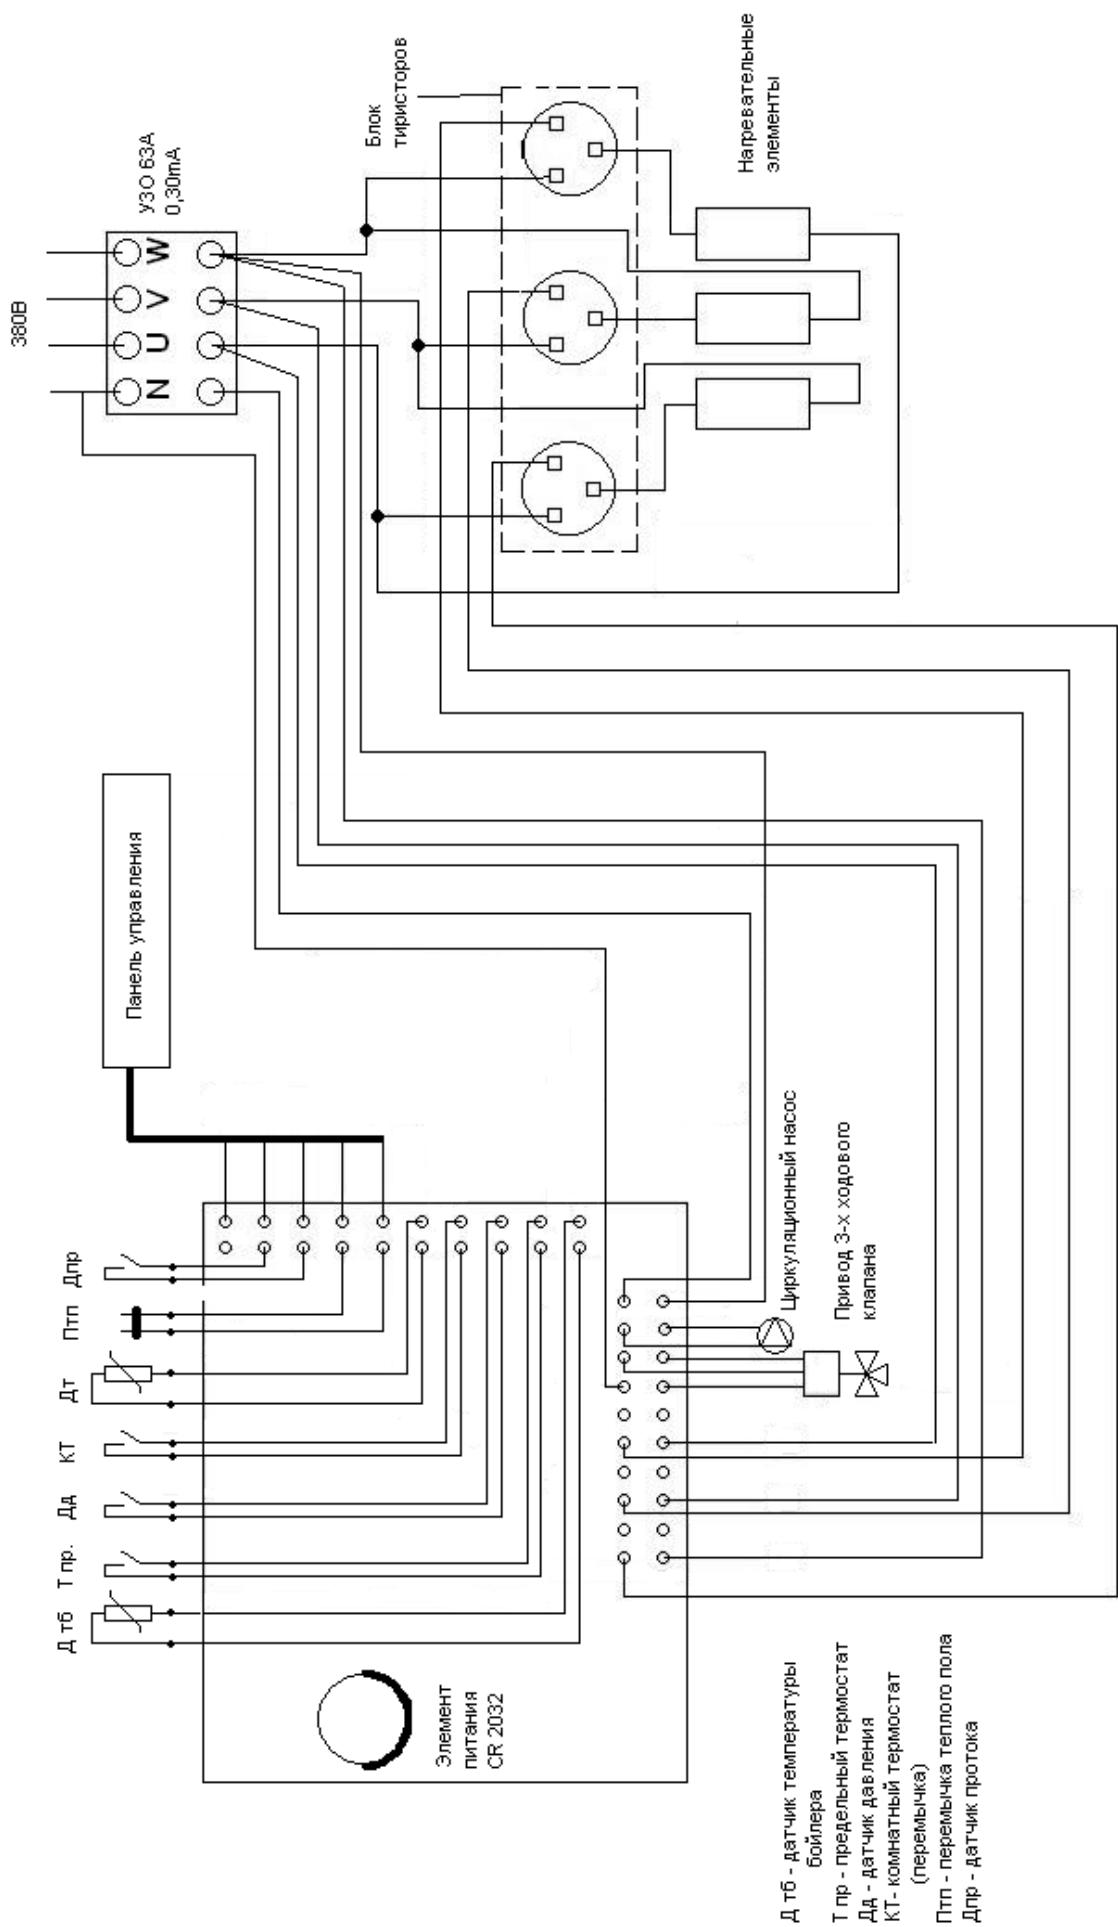

Рис.7
8. Если котел будет работать в радиаторной системе отопления – удалить перемычку(размещена на проводе) (рис.7)